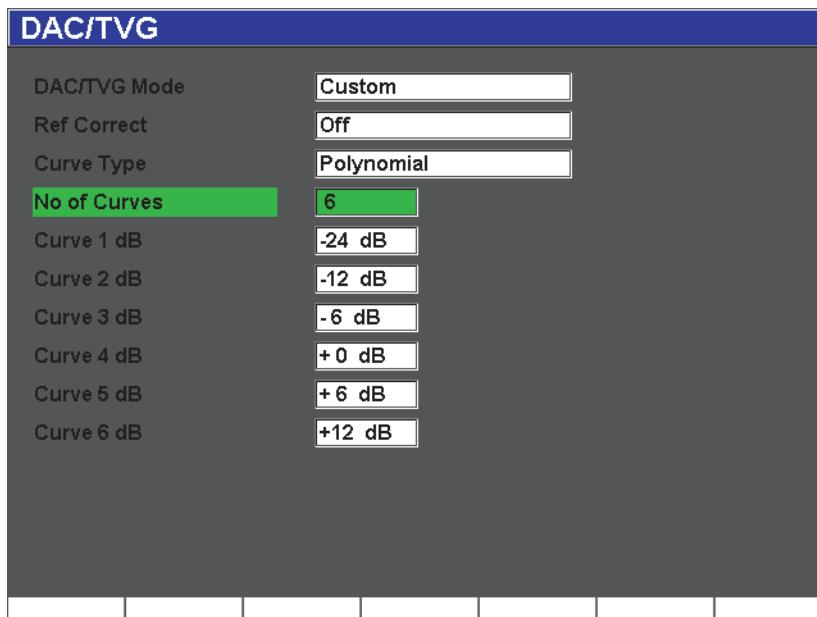

Рис. 12-12 Настройка пользовательской кривой DAC
4. Выберите **No Of Curves** (Количество кривых), которые будут использоваться в дополнение к основной кривой (например, если указать 6 кривых, то на экране отобразятся семь кривых) [Рис. 12-12 на стр. 244].